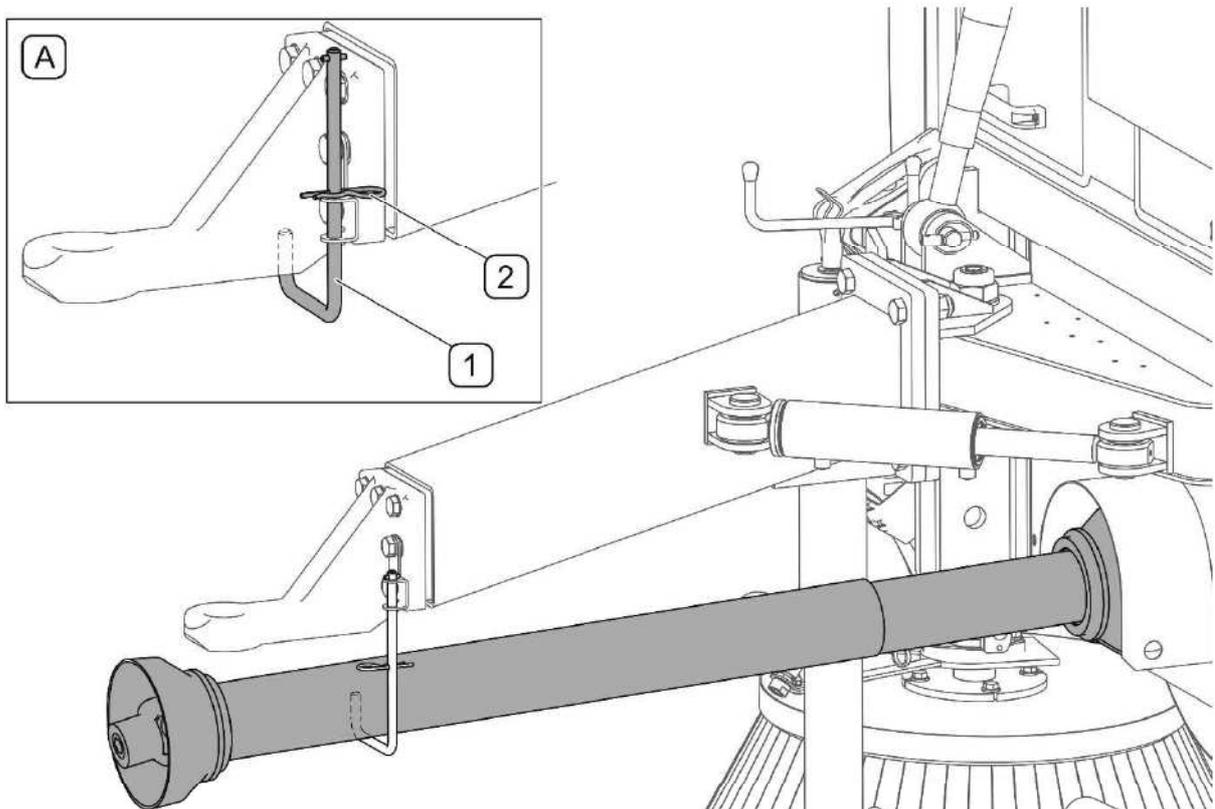

FIGURE 4.17 Support de l'arbre articulé télescopique
- Déconnecter l'arbre articulé télescopique et suspendre sur le support (FIGURE 4.17)